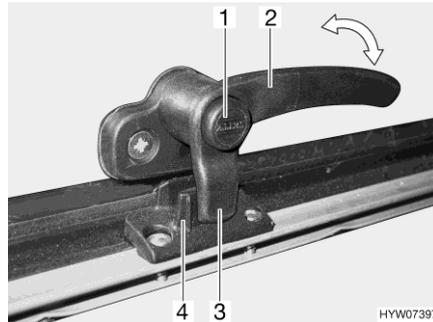
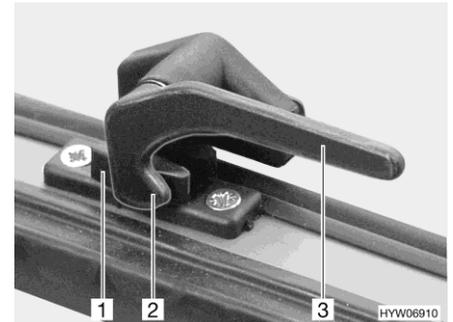

Fig. 96 Leva di serraggio con bottone di sicurezza in posizione "Chiuso"
Fig. 97 Leva di serraggio in posizione "Chiuso"
- Se presente, premere e tenere premuto il bottone di sicurezza (Fig. 96,1).
- Ruotare la leva di serraggio (Fig. 96,2 o Fig. 97,3) di un quarto di giro verso il centro della finestra.
- Ruotare la leva di serraggio (Fig. 96,2 o Fig. 97,3) di un quarto di giro verso il telaio della finestra.
Il nasello di chiusura (Fig. 96,3 o Fig. 97,2) della leva di serraggio si trova completamente sul lato interno della chiusura della finestra (Fig. 96,4 o Fig. 97,1).
- In posizione "Completamente chiusa" (Fig. 96 e Fig. 97)